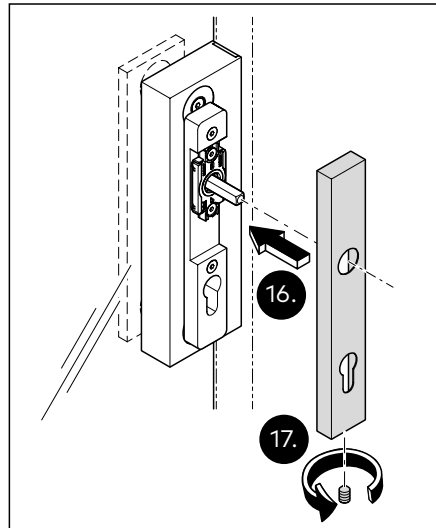

Abb. 20 Die Abdeckung auf der Grundplatte anbringen und fixieren
16. Die Abdeckung auf der Grundplatte anbringen (Abb. 20).